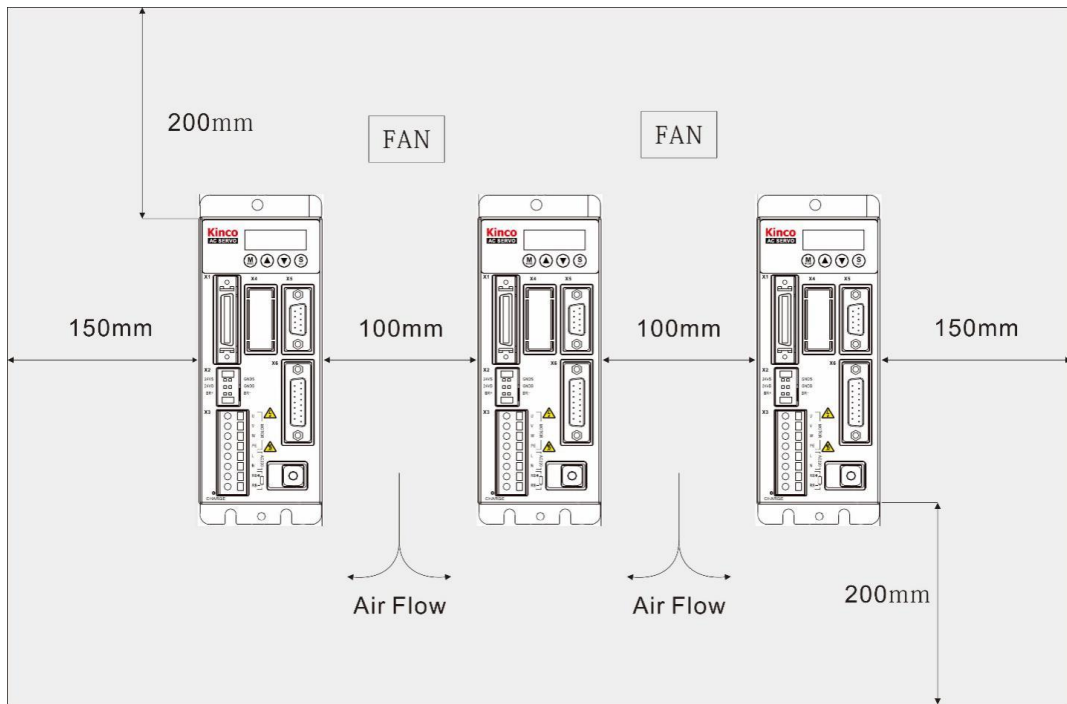

图 1-1 安装方向和间距要求
- 请严格按照图 1-1 所示的安装方式正确安装伺服驱动器；